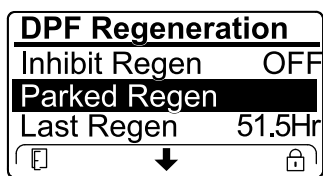

Рисунок 47
- Если компьютер двигателя запрашивает или выполняет восстановительную регенерацию, а вы перейдете вниз к опции PARKED REGEN (СТАЦИОНАРНАЯ РЕГЕНЕРАЦИЯ), стационарная регенерация будет заблокирована и в нижнем правом углу дисплея инфо-центра появится значок «Замок» (Рисунок 47).